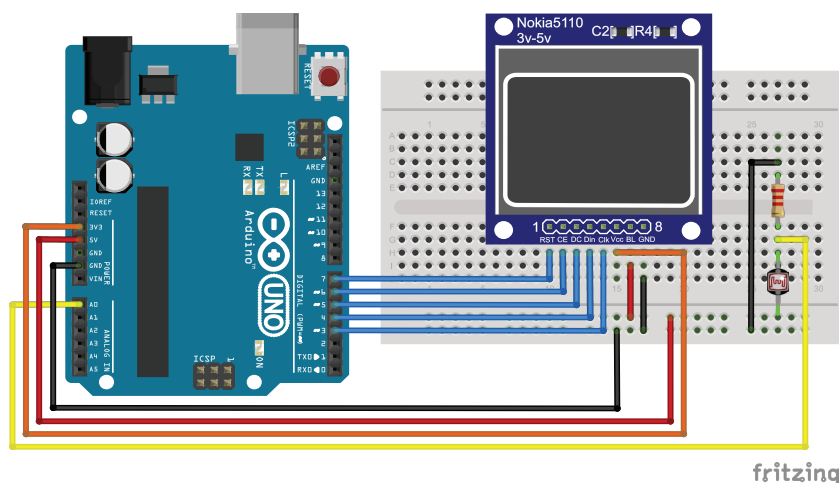

Рис. 16.2. Схема подключения Nokia 5110 и фоторезистора к Arduino
Для работы с дисплеем Nokia 5110 будем использовать библиотеку Adafruit\_GFX, которая имеет богатые возможности для вывода графики и текста. В нашем эксперименте мы будем получать данные освещенности с фоторезистора, подключенного к аналоговому входу Arduino A0, и выводить данные освещенности в числовом и графическом представлениях. Схема подключения показана на рис. 16.2.
1. Подключаем датчик дисплея Nokia 5110 и фоторезистор по схеме на рис. 16.2.